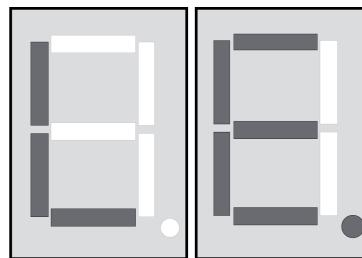

Bild 6: Anzeige LE – „Learn“
- Am gewünschten Funksender ein Lern-Telegramm auslösen (siehe Anleitung Funksender). Handbetätigter Sender so lange betätigen, bis in der Anzeige **LE** erscheint (Bild 6).